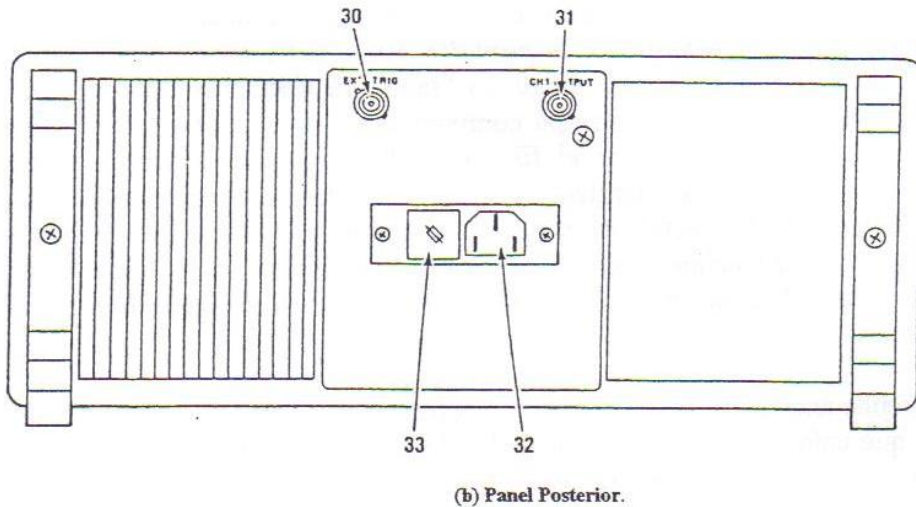

Figura 4.2
4.C.2. CONTROLES E INDICADORES. Utilizaremos el osciloscopio de la **DYNASCAN CORPORATION, MODELO 2125**. En otros modelos, los controles son similares. La descripción de los controles la haremos haciendo referencia a la figura 4.2.